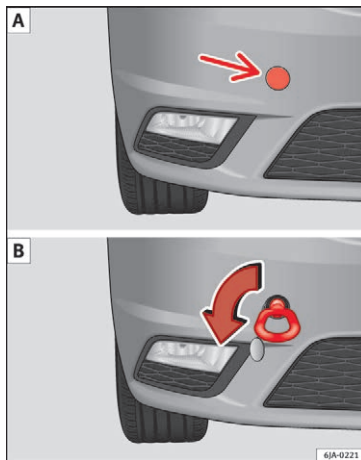

Fig. 85 Forreste stødfanger: Afdækning / Montering af slæbebøje
- Tryk på den venstre del af afdækningen i området ved pilen » **Fig. 85 A**.
- Skru slæbebøjet helt i ved at dreje det mod venstre med hånden » **Fig. 85 B**.